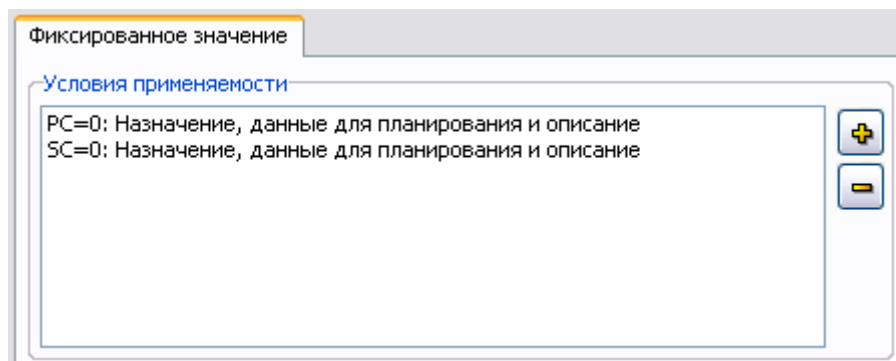

Рис. 2.42
9. Нажмите на кнопку . После этого произойдет возврат в окно **Добавление записи** для фиксированного значения, и в окне **Условия применяемости** появятся назначенные нами условия (Рис. 2.42).